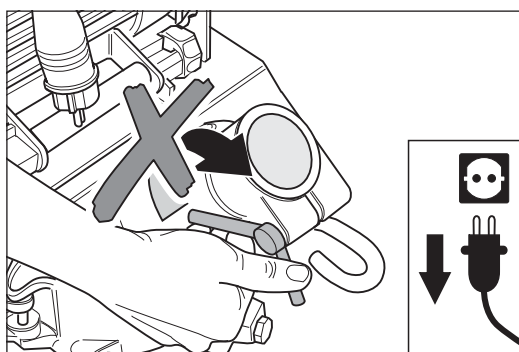

Abb. 58 Bei ausgebautem Führungsrohr die Flügelmutter am Maschinengehäuse **nicht fest** anziehen!
**Wenn das Führungsrohr ausgebaut ist, die Flügelmutter am Maschinengehäuse nicht fest anziehen (Abb. 58)! Das Maschinengehäuse könnte sonst am Stutzen brechen!**